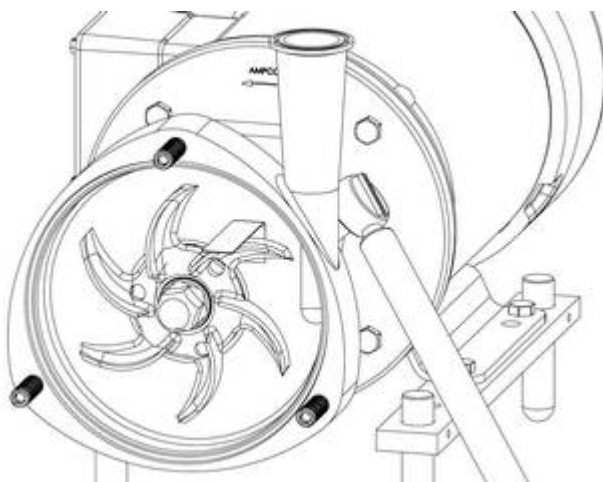

Abb. 38
2. Wenn der Klemmring auf der Motorwelle gleiten kann, setzen Sie eine Ausgleichsscheibe der erforderlichen Stärke zwischen die Rückseite des Laufradflügels und Rückseite der Gehäuseöffnung (siehe Abb. 38). Überprüfen Sie alle Flügel. Das geringste Spaltmaß ist maßgebend für die Einstellung.